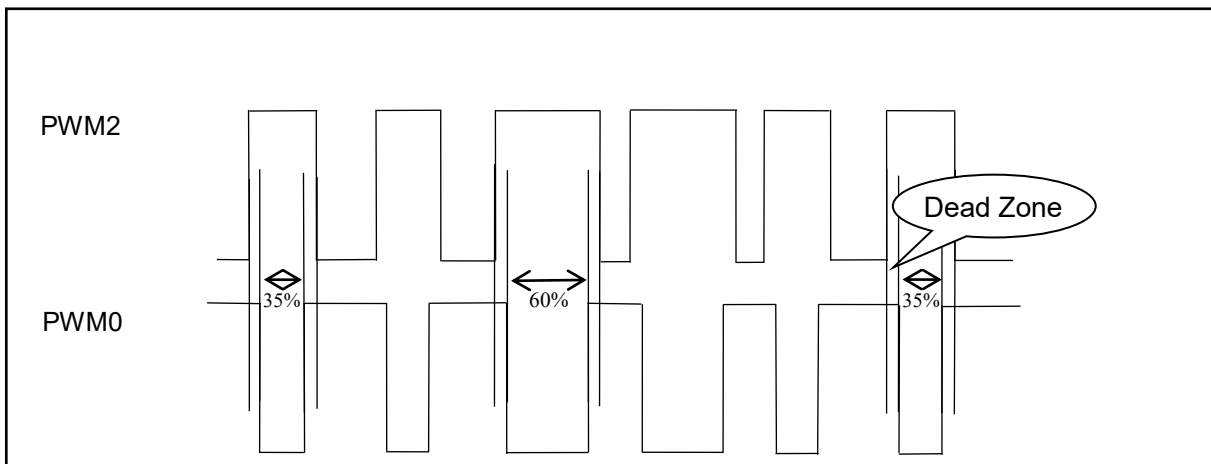

图 17: 两路互补 PWM 波形
2. 切换占空比时对应的 PWM0/PWM2 波形如图 17。